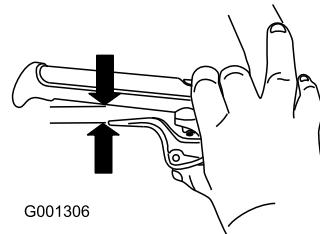

Bild 10
5. Drücken Sie den Griff ganz durch. Prüfen Sie dann den Abstand, der zwischen der Unterseite des Holms und dem Radkupplungshebelende besteht (Bild 10).